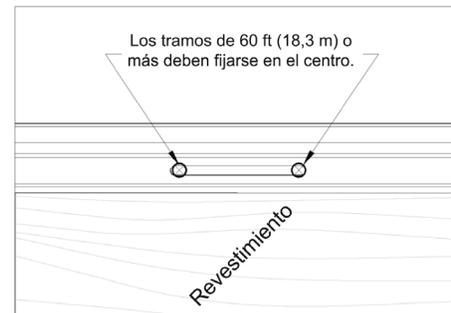

Figura 6
- Los tramos de revestimiento que miden 60' (18,3 m) o más deben clavarse en el centro del tramo. Fije el tramo colocando sujetadores en ambos extremos de una ranura para clavar. Esto asegurará que el tramo se expanda y contraiga en ambas direcciones (Figura 6).